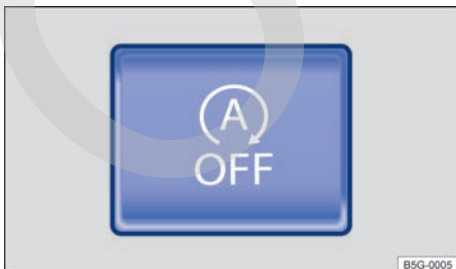

Fig. 112 En la consola central: tecla del sistema Start-Stop.
- Pulse la tecla  situada en la consola central → fig. 112.